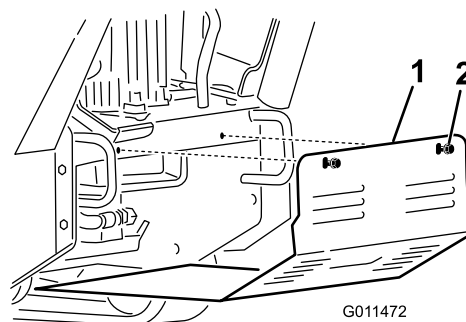

Figura 27
2. Afloje secuencialmente los dos pernos que sujetan el protector inferior hasta que el deflector quede libre (Figura 27).
2. Coloque el protector inferior en la máquina de manera que descansa sobre las 4 pestañas (Figura 27).